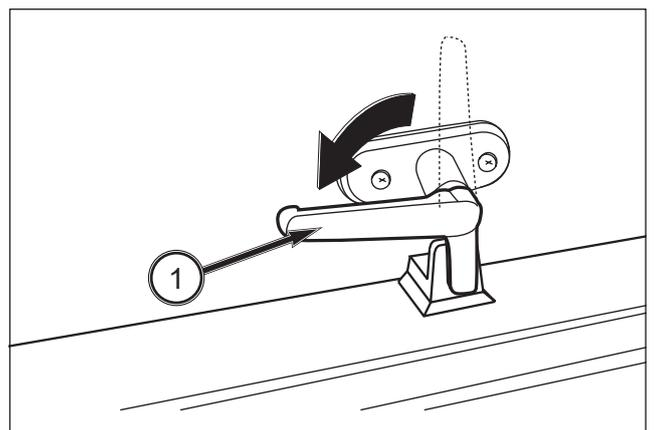

FIG. 124
FIG. 124: Para cerrar la ventana trasera, tire hacia dentro con la manecilla en la posición de desbloqueo hasta que la ventana se pueda bloquear de forma segura. A continuación, gire la manecilla 90 grados en sentido antihorario (1) para bloquear la ventana.